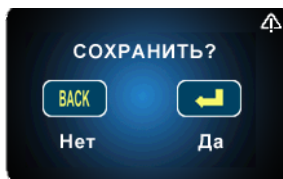

Рисунок 2.33 – Сохранение
7. Для сохранения нажмите клавишу «». И нажмите клавишу «» («ДА»), чтобы сохранить или клавишу «» («НЕТ»), чтобы выйти без сохранения (рис. 2.33).